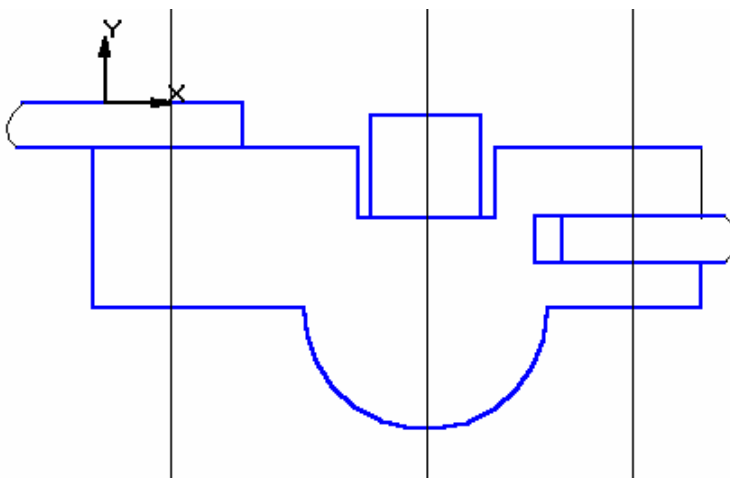

Рис. 3
2. По предварительно выполненному чертежу начертите заданные пластины, рис. 3. Проверьте подключение спецификации (***Сервис – Объекты спецификации – Включить работу со спецификацией***).